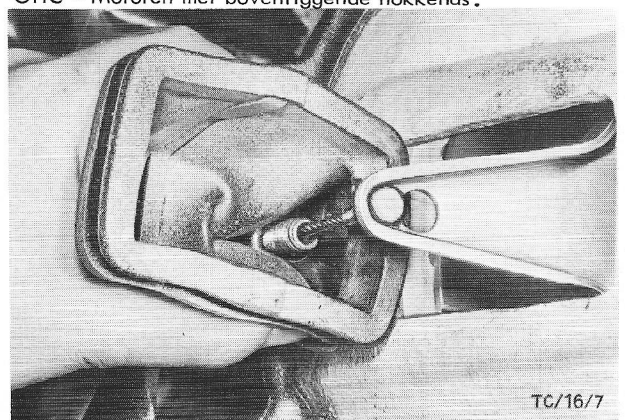

Fig.194 Koppelingkabel uithaken.
1. Draai de stelmoeren van de koppelingkabel terug, schuif de stofkap op en haak de koppelingkabel uit de koppelingvork (fig.194).